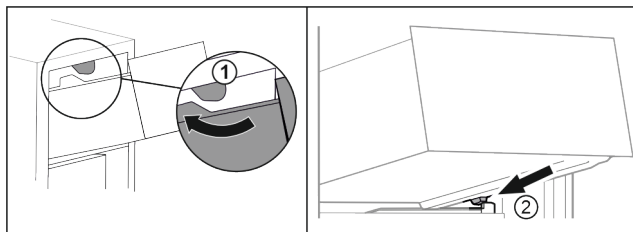

Fig. 133
- Umetnite ladicu oko gornjih zaustavljača. Fig. 133 (1)
- Stavite ladicu ukoso iza donjih zaustavljača na žlijeb spremnika. Fig. 133 (2)